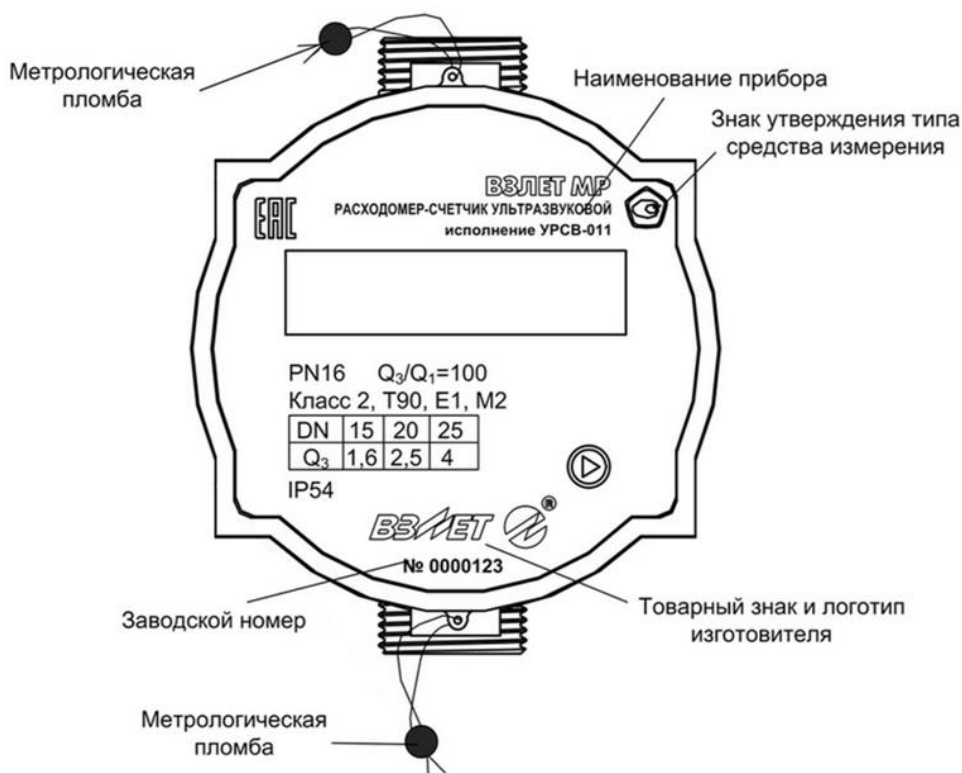

Рис.2. Вид и размещение маркировки и мест пломбирования корпуса расходомера.
1.7.1. Маркировка на лицевой панели расходомера (рис.2) содержит:
1.7.2. Для защиты от несанкционированного доступа при транспортировке, хранении и эксплуатации пломбируются проушины на крышке расходомеров (рис.2).